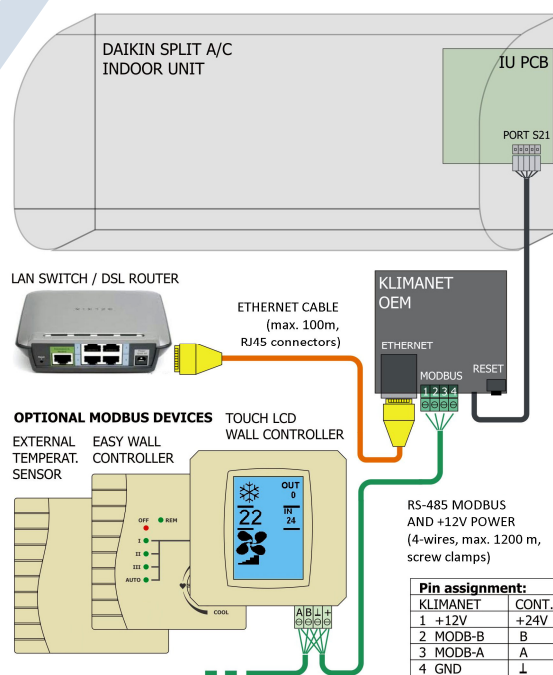

Рисунок 72
- MODBUS коммуникационный протокол (рисунок 72 – присоединение пинов)